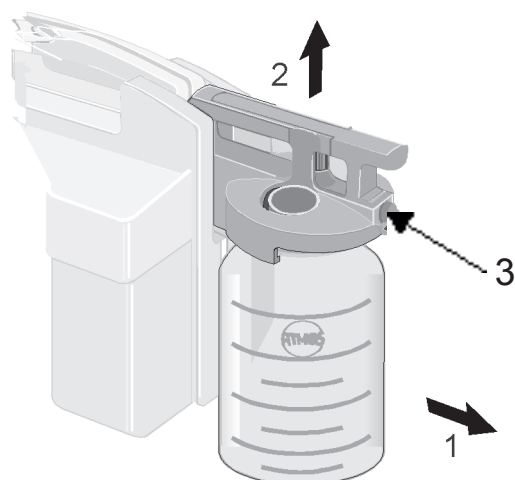

Fig. 42. Rimozione del boccone
- Per rimuovere il boccone, ribaltarlo un poco spingendolo fuori dall'apparecchio e poi sollevarlo verso l'alto (Fig. 42).
- Cambiare il serbatoio oppure svuotarlo. Per aprire la staffa di chiusura, premere il bottone di sbloccaggio (Fig. 42). Smaltire in modo regolare il materiale aspirato.